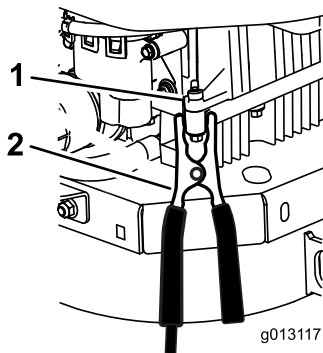

Figure 58
6. **Faites la dernière connexion sur le bloc moteur du véhicule en panne (PAS à la borne négative de la batterie), loin de la batterie, et reculez-vous (Figure 58).**